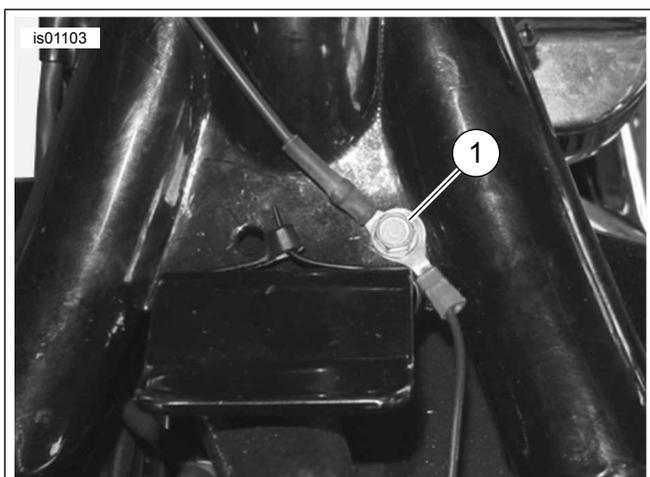

Figura 4. Collegamenti di massa (modelli Sportster)
3. Vedere Figura 4. Rimuovere la vite di massa (1), posizionata: